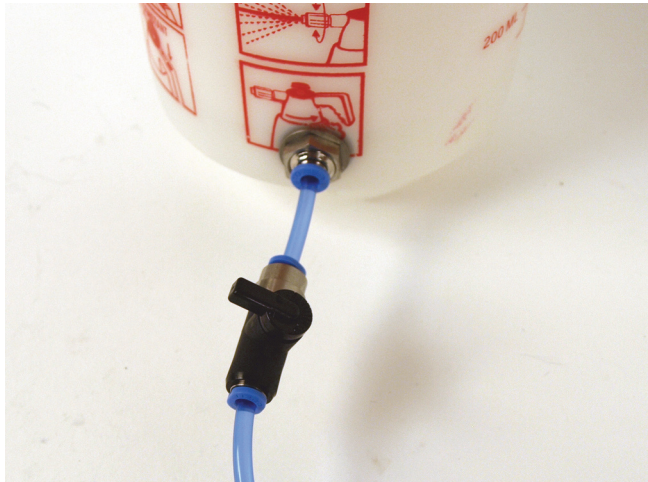

Figura 1-6 A válvula do tubo de alimentação na posição fechada
1. Certifique-se de que a válvula do tubo de alimentação está fechada (Figura 1-6 na página 31).